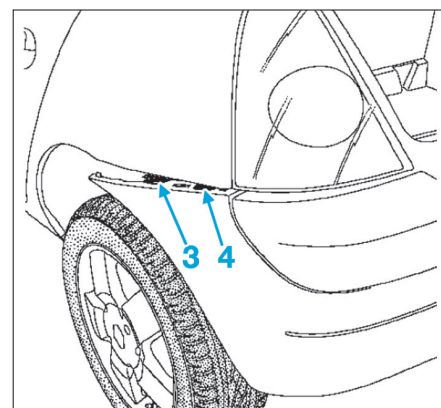

Fig. 66
- A l'aide d'un tournevis plat, dégager les clips (3) et (4) (Fig.66).